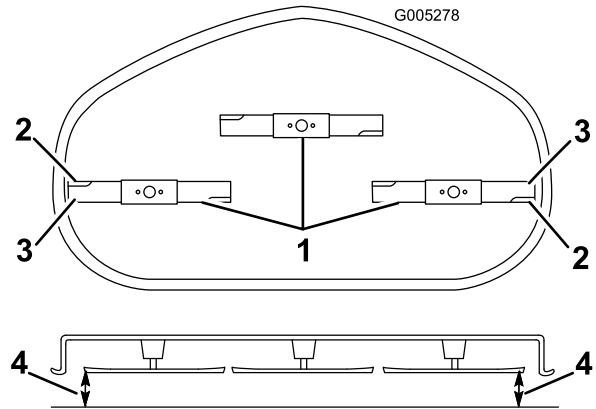

Figure 47
4. Faites pivoter les lames avec précaution pour qu'elles soient toutes parallèles (Figure 47).
5. Mesurez la distance entre les tranchants extérieurs et la surface plane (et Figure 47). Si les deux mesures diffèrent de plus de 5 mm (3/16"), un réglage s'impose. Poursuivez la procédure.